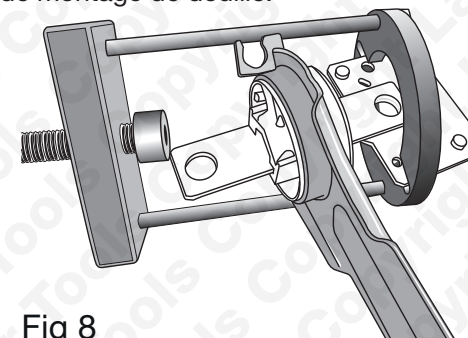
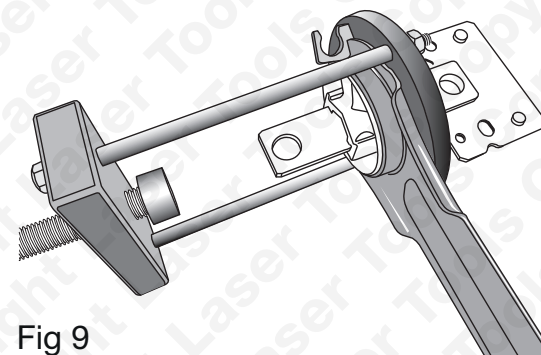

Fig 8
Fig 9
Remarque : Pour la méthode de montage et de démontage du cadre de presse lors d'une intervention sur la douille gauche Volvo avec une plaque de montage double, voir la **Fig. 8** et la **Fig. 9**. Incliner le cadre d'outil et utiliser les fentes ménagées dans la bague de support du cadre de presse (4) pour faire coulisser au-delà de la plaque de montage de douille.